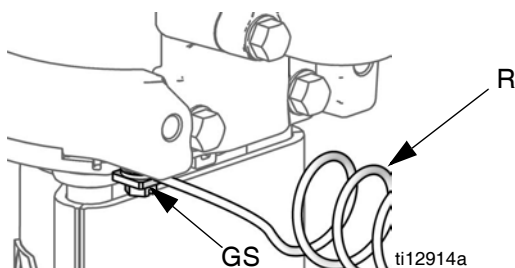

FIG. 2. Tornillo y cable de conexión a tierra
1. Bomba: Consulte la FIG. 2. Verifique que el tornillo de conexión a tierra (GS) esté fijado y apretado con seguridad en el motor neumático. Conecte el otro extremo del cable de conexión a tierra (R) a una conexión a tierra verdadera.